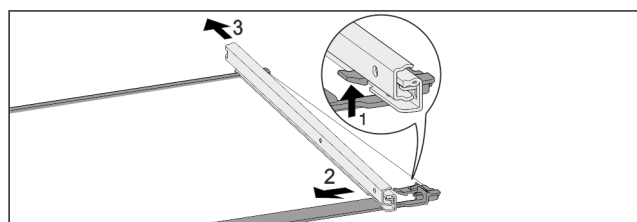

Fig. 120 Ripiano in vetro con guide
- ▶ Premere il gancio di fermo anteriore verso l'alto. Fig. 120 (1)
- ▶ Far scorrere la guida estraibile di lato Fig. 120 (2) e verso il lato posteriore Fig. 120 (3).